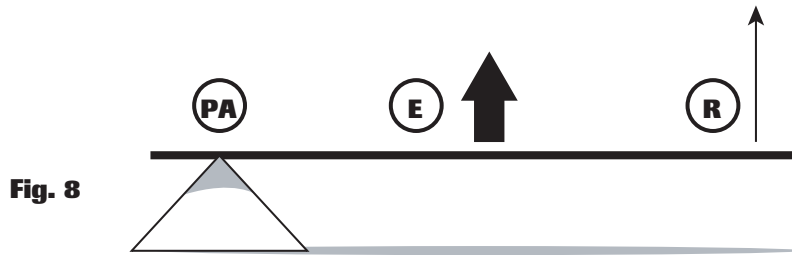

Fig. 8
- (b) L'effort et la charge bougent dans la même direction (fig. 8). Par exemple, lorsque vous frappez une balle avec un bâton de baseball, une raquette de tennis ou un bâton de golf, la balle frappée se dirigera dans la même direction que le bâton ou la raquette.